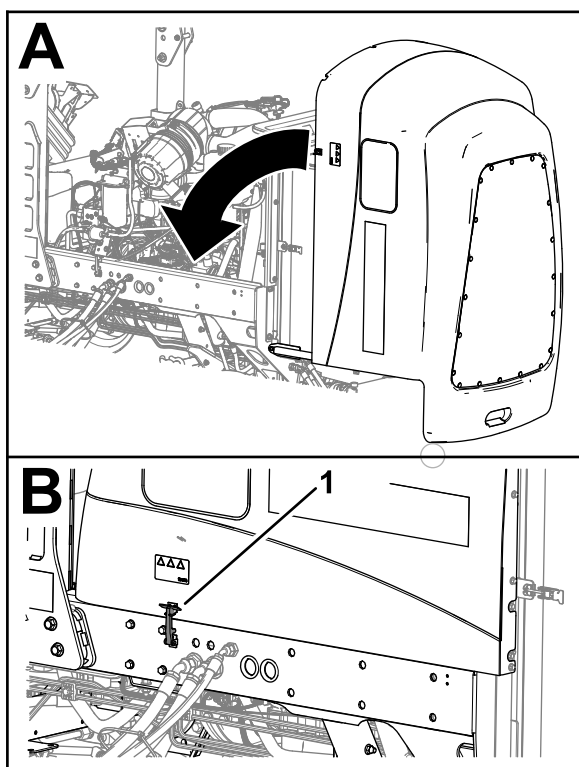

Figure 97
1. Refermez le capot avec précaution (Figure 97).